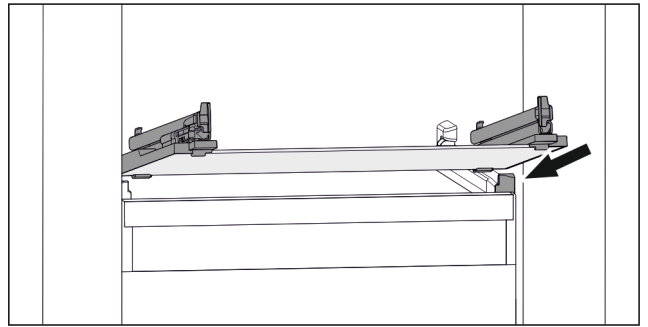

Fig. 141 Representación de la placa de vidrio a modo de ejemplo
- ▶ Coloque la placa de vidrio inclinada detrás de los topes. (consulte Fig. 141)